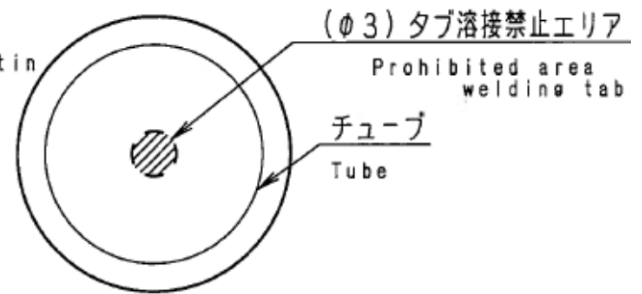

Fig.3
6.7 2 Dimensional Code 2次元コード (Fig.3)